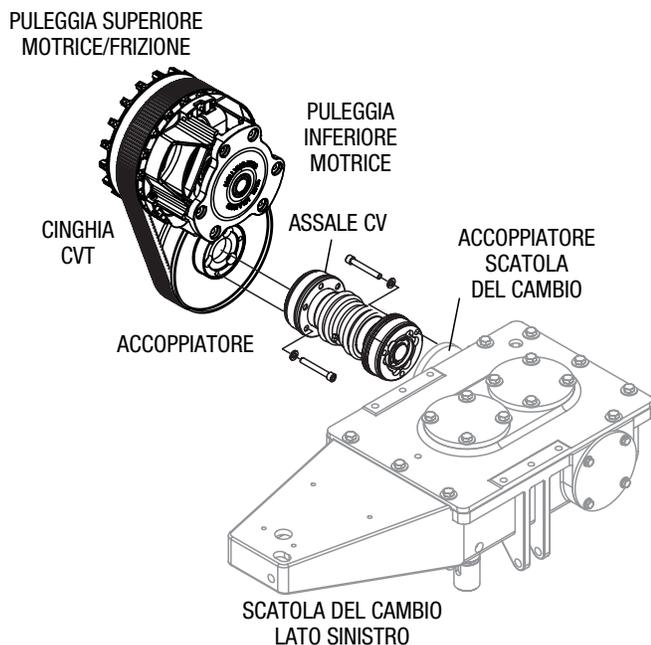

Figura 30. Rimuovere l'assale CV sinistro
2. Scollegare l'assale CV di sinistra dal lato sinistro della scatola del cambio e dall'accoppiatore inferiore della puleggia motrice. Vedere figura 30.
3. Scollegare l'assale CV di sinistra dal lato sinistro della scatola del cambio e dall'accoppiatore inferiore della puleggia motrice. Vedere figura 30.